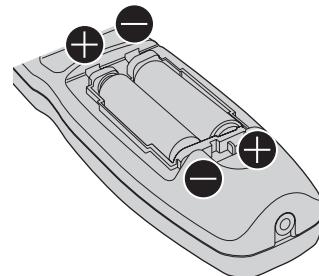

Abb. 2
- 2) Legen Sie die Batterien ein und schließen Sie den Deckel (legen Sie zuerst die **-**-Seite ein). (Abb. 2)